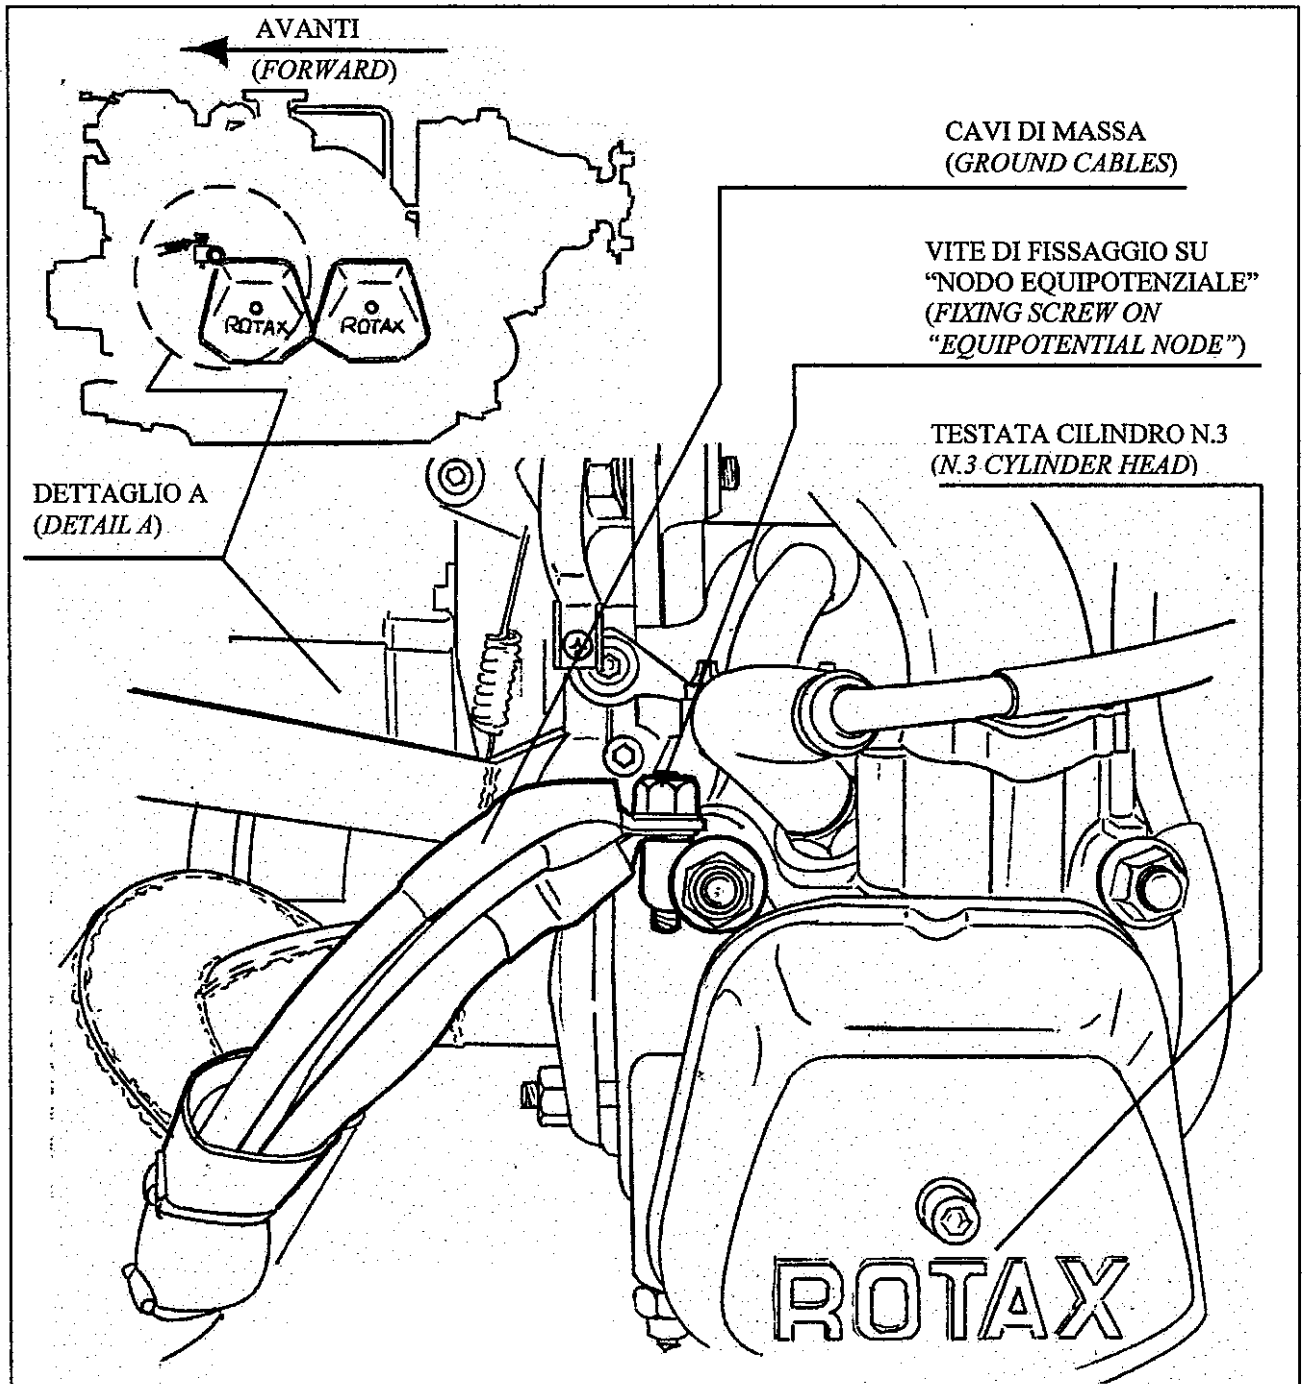

Fig.2
Sui velivoli Sky Arrow 650TC/TCN, il collegamento a massa di vari equipaggiamenti elettrici di bordo è realizzata usando una o più delle 4 sedi predisposte sul motore ROTAX (d'ora in poi denominate per brevità 'nodi equipotenziali'), posizionate a lato delle teste dei cilindri (vedi fig.1). Il nodo in corrispondenza del cilindro n.3 (vedi fig.2) è il nodo equipotenziale sul quale terminano (con i rispettivi terminali ad occhiello e vite di fissaggio frenata con Loctite) tutti o gran parte dei cavi di massa dei suddetti equipaggiamenti.
- a) Svitare, con una chiave da 10 mm, la vite di fissaggio sul nodo equipotenziale (indicata in fig. 2), liberando i terminali ad occhiello dei cavi elettrici da essa fissati;
On the Sky Arrow aircraft 650TC/TCN the ground connection of several on board electric equipment is made using one or more of the 4 prearranged housings (hereinafter called 'equipotential nodes' for sake of brevity), located at the side of the cylinder heads of the ROTAX engine (see fig.1). The cylinder n.3 equipotential node (see fig.2) is the point where all or most of the ground cables of the above mentioned equipment have their terminal eyelet connectors (fixed by the respective screw secured with Loctite adhesive).
- a) *Unscrew, by a 10 mm wrench, the fixing screw on the equipotential node (indicated in fig.2), disconnecting the relevant eyelet terminal connectors of the ground cables;*